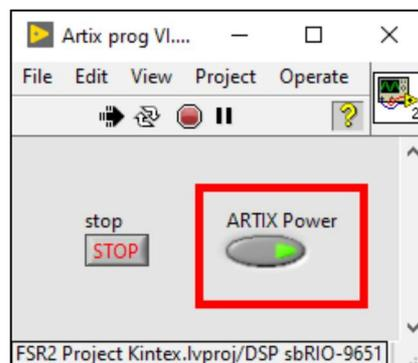

Рис. 1-4 Включение питания ПЛИС Kintex в Artix prog VI.vi
5.7. Включить питание на ПЛИС Kintex, нажав кнопку «ARTIX Power». Убедиться, что кнопка «ARTIX Power» «подсвечивается» светло-зеленым цветом (Рис. 1-4).